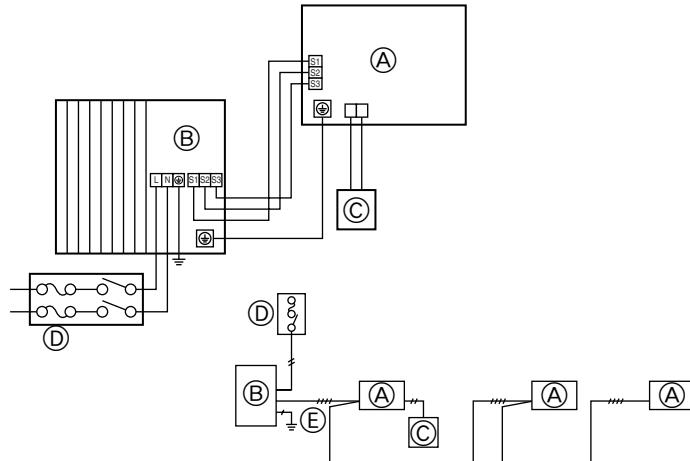

Fig. 6-1
6.1. Försiktighetsåtgärder (Fig. 6-1)